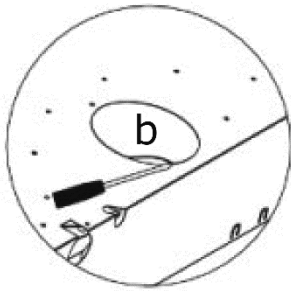

Abb. 3 Abluftbetrieb
6. Abluftschlauch auf dem Abluftstutzen montieren (Abb. 3).